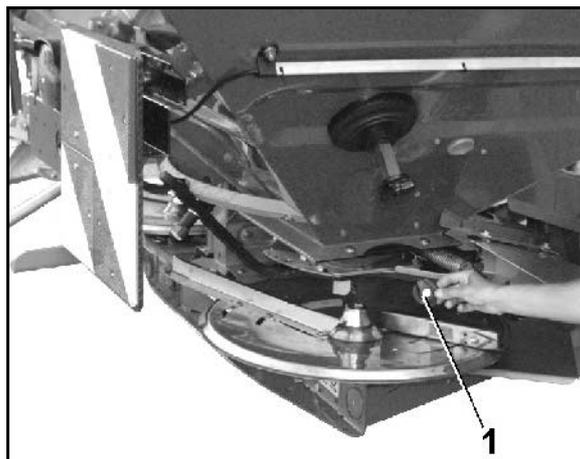

Fig. 69
2. Flügelmutter (Fig. 69/1) entfernen.